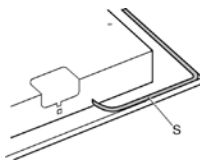

Fig.5
- De la vuelta al aparato y extienda la junta S a lo largo del borde exterior (fig. 5).